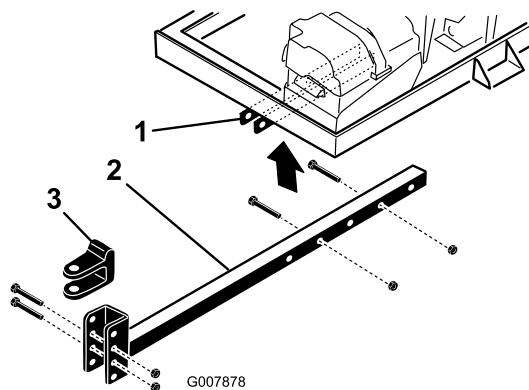

Bild 7
2. Stecken Sie das Anbauvorrichtungsrohr in die Rahmenhalterungen (Bild 7). Befestigen Sie das Rohr mit 2 Schrauben (3/8 x 3 Zoll) und Bundmuttern (3/8 Zoll) am Rahmen.
- Entfernen Sie die Schrauben und Sicherungsmuttern, mit denen der Anbauvorrichtungsstift (Bild 7) am Anbauvorrichtungsrohr befestigt ist.
- Nehmen Sie die Schrauben und die Muttern ab, mit denen das Anbauvorrichtungsrohr an den Rahmenhalterungen befestigt ist (Bild 7).